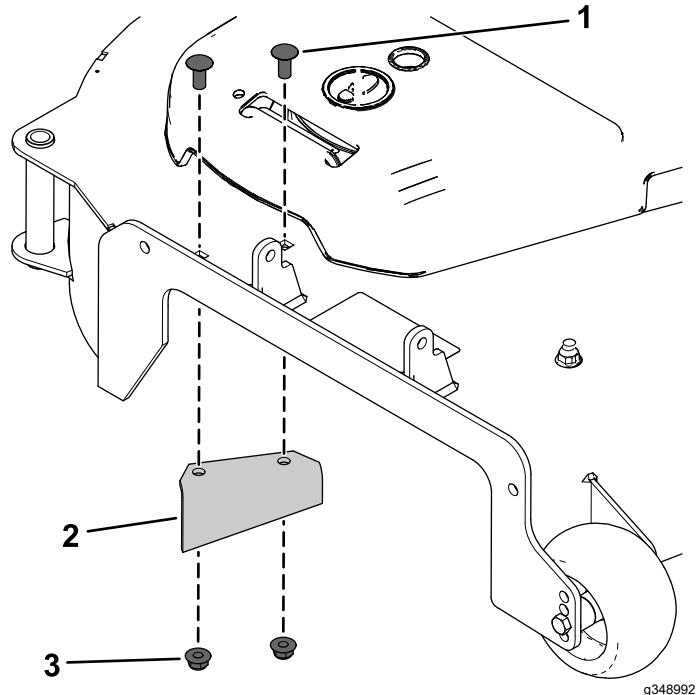

Figura 2
1. Retire el deflector de descarga, los 2 pernos de cuello cuadrado y las 2 contratuerca existentes (Figura 2).